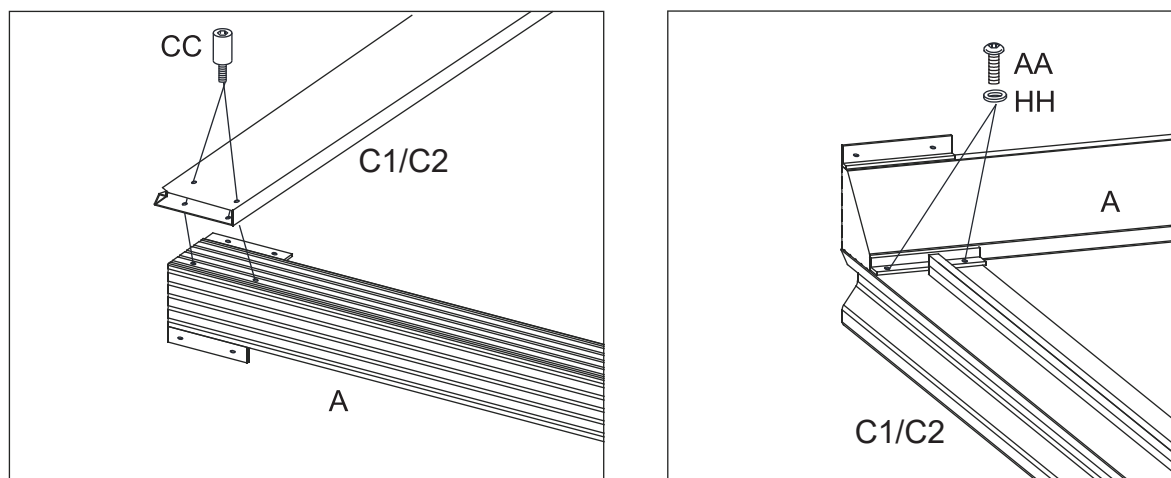

Figure 4.1
Figure 4.1. Fixez d'abord les petites traverses (C1/C2) à l'extrémité de la poutre de support en coin (A). Utilisez les boulons (CC) en premier et ensuite, poursuivez avec les boulons (AA) et les rondelles (HH). Assurez-vous d'avoir bien serré tous les boulons.